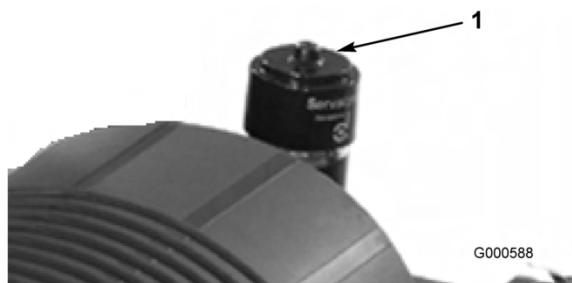

Figure 28
Faites l'entretien du filtre à air uniquement quand l'indicateur de colmatage (Figure 28) indique que
6. Réarmez l'indicateur de colmatage (Figure 28) s'il est rouge.